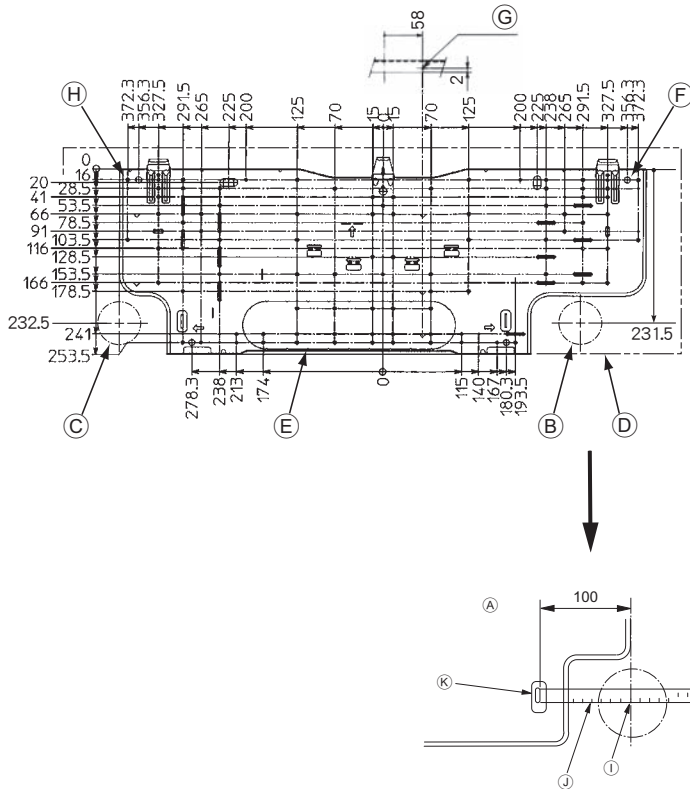

Fig. 3-2
■ PKFY-P-VHM-E (Fig. 3-2)
- Ⓐ Placa de montaje ①